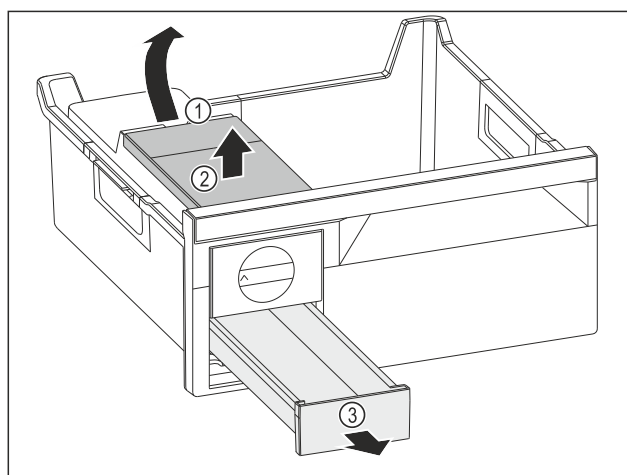

Fig. 86
- Вийняти бак для води: підняти бак для води за заглиблення Fig. 86 (1).
- Вийняти бак для води Fig. 86 (2) рухом вгору.
- Вийняти висувний ящик для кубиків льоду Fig. 86 (3) рухом вперед.